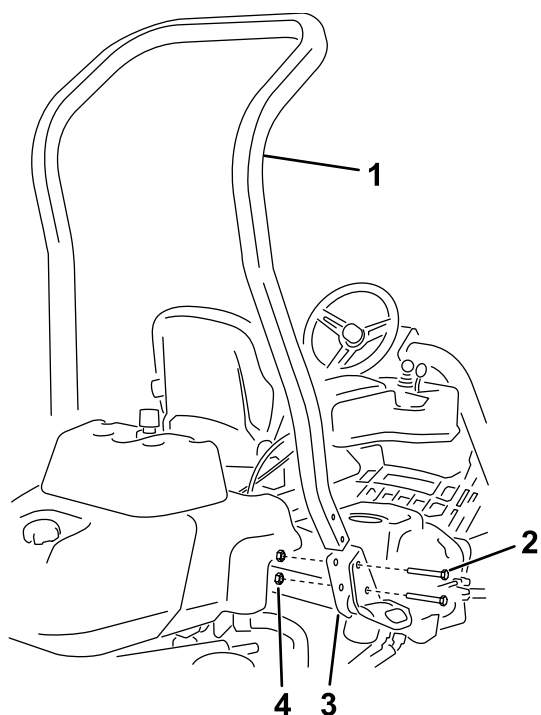

Figura 3
3. Utilize quatro parafusos (½ pol. x ¾ pol.) e quatro porcas flangeadas (½ pol.) para instalar a barra de segurança nos suportes ROPS em cada lado da máquina como ilustrado na Figura 3.